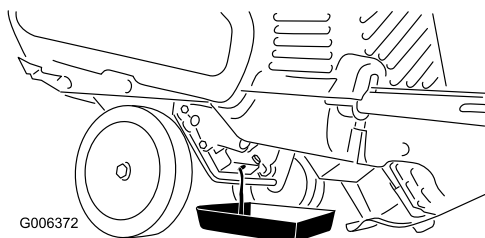

Figure 28
3. Placez un bac de vidange sous le bouchon de vidange et retirez le bouchon; basculez la machine en arrière et vidangez l'huile usagée dans le bac de vidange (Figure 28).